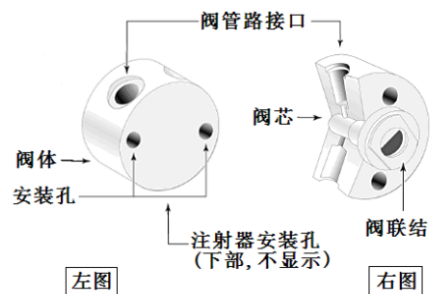

图2-6. 3口阀安装图
2. 调整泵上编码器半圆出轴, 将其插入旋转阀的连接槽中如图2-6右图位置。